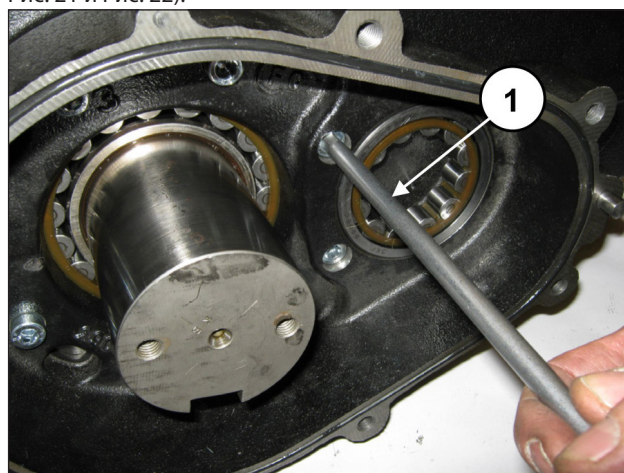
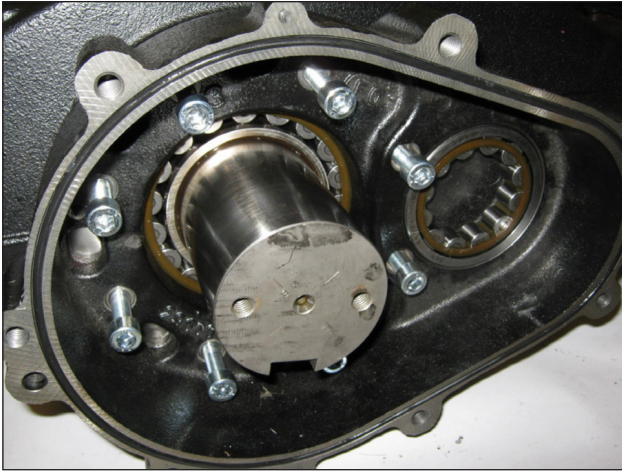

Рис. 21
Рис. 22
Открутите винты крепления корпуса редуктора (поз. ①, Рис. 21 и Рис. 22).